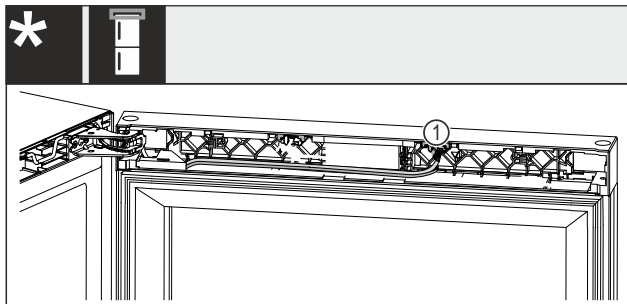

Fig. 23 Kombinovaná chladnička na víno s mrazničkou*
► Vytáhněte zástrčku Fig. 23 (1) z uložení.*